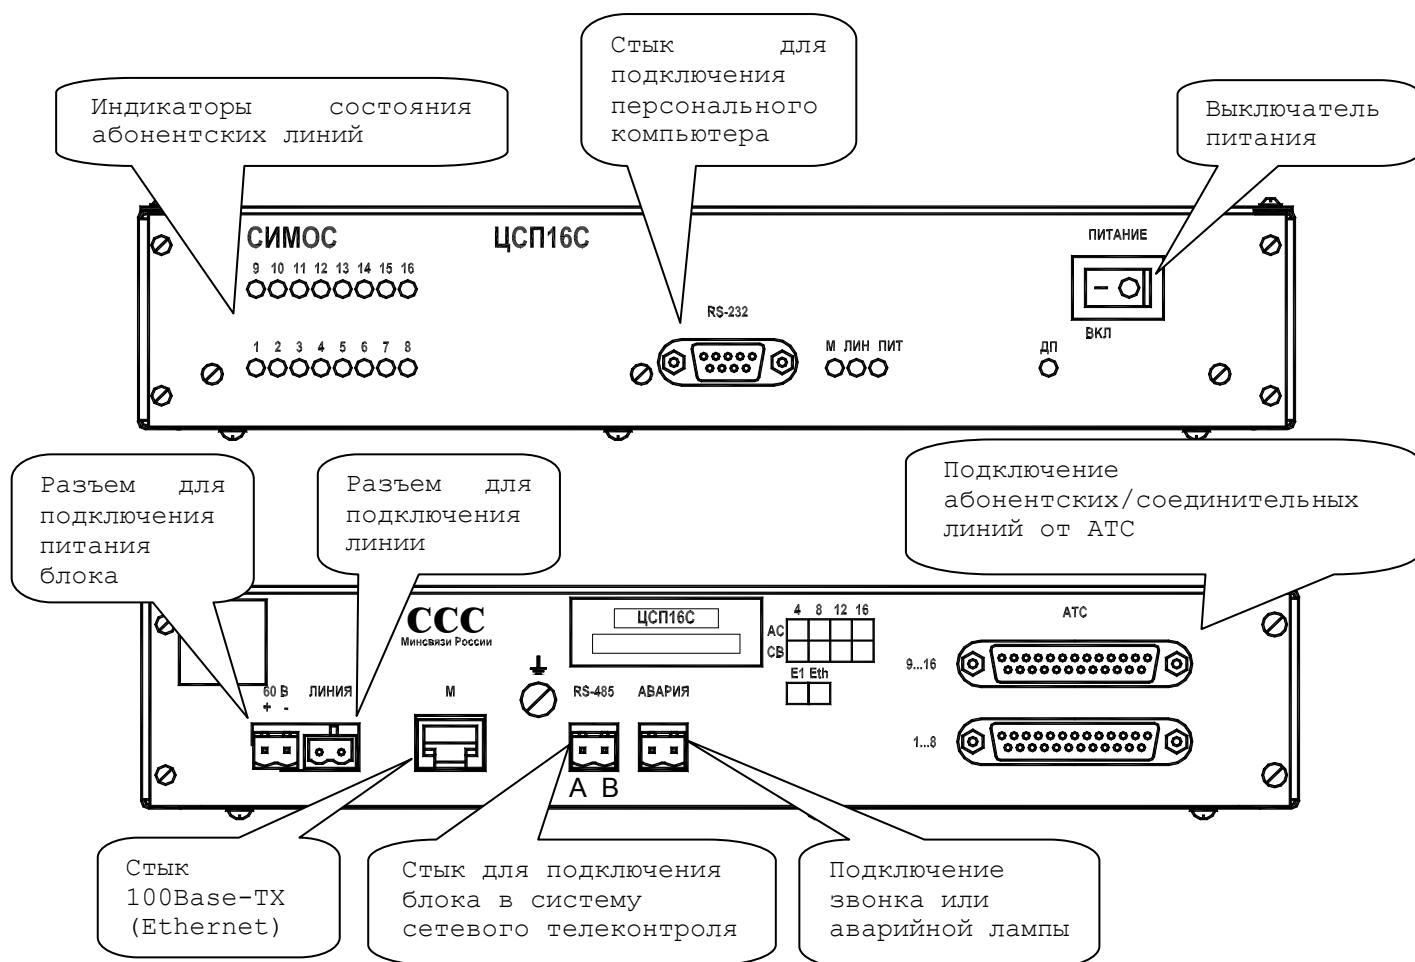
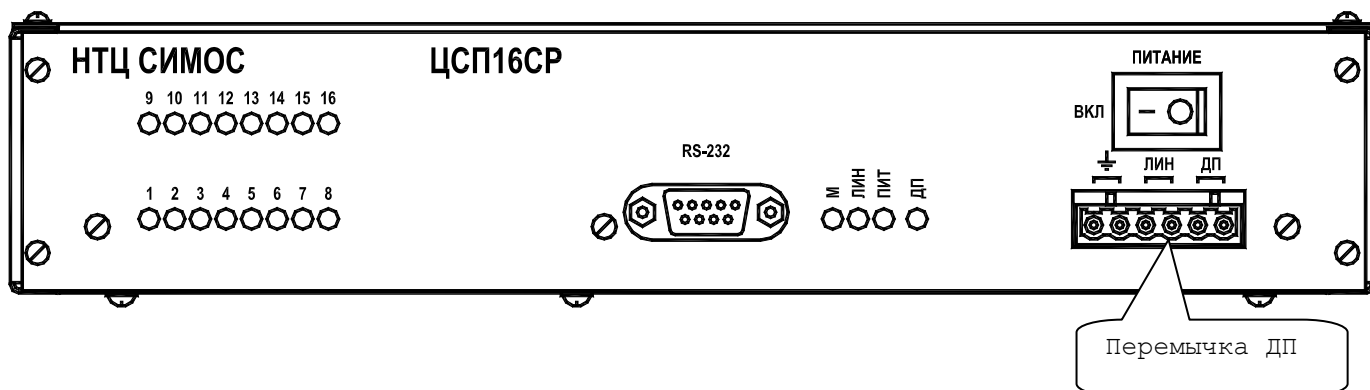
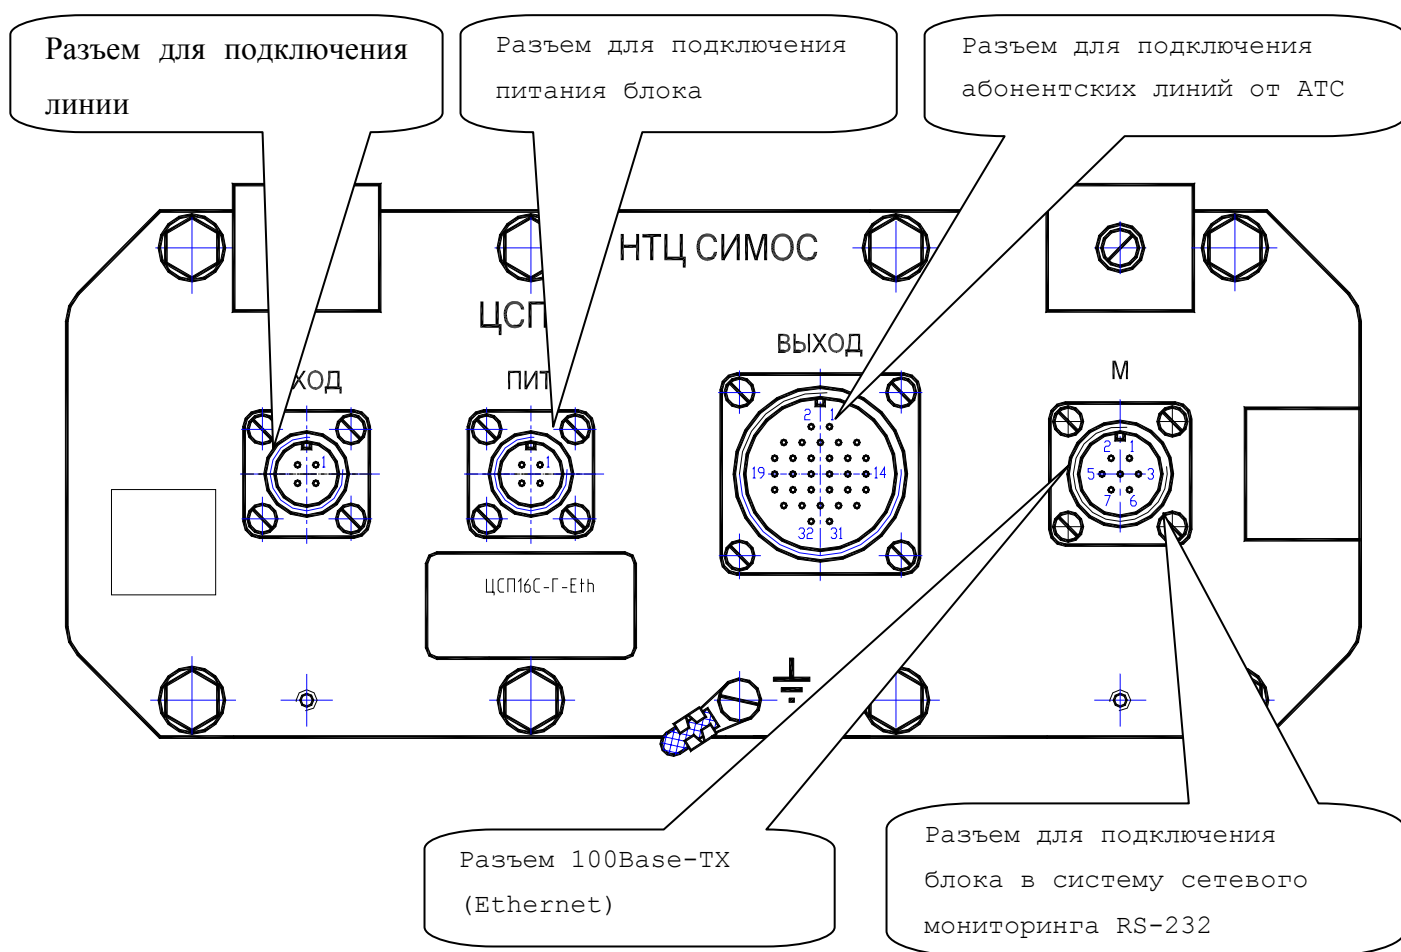
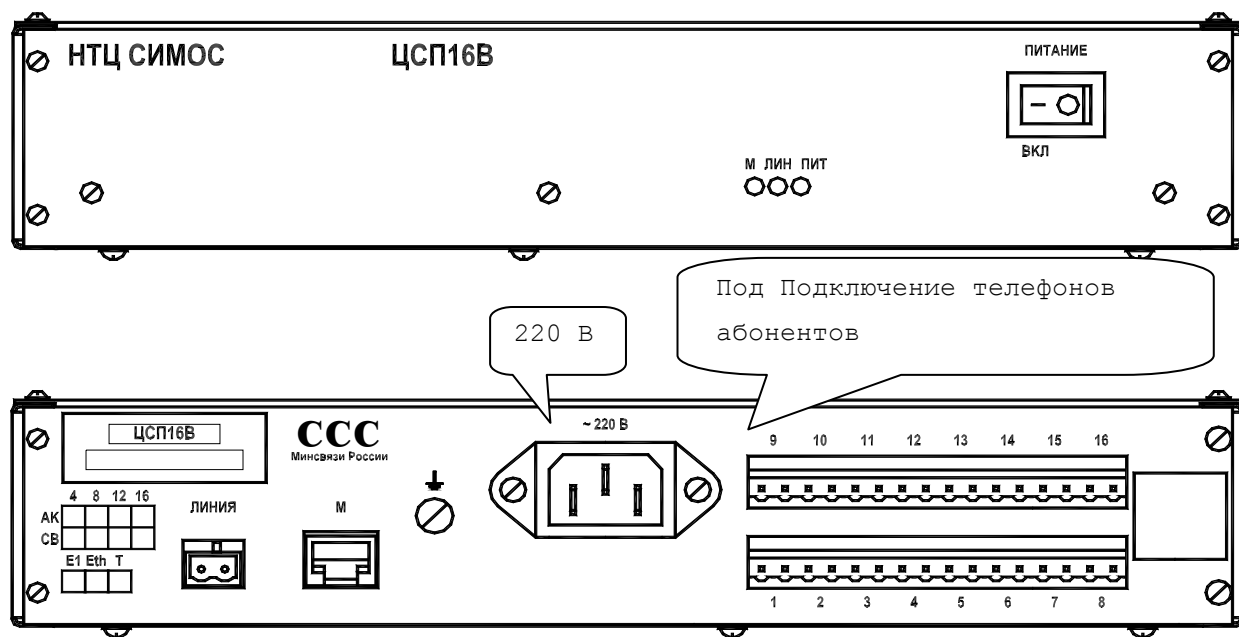

Рисунок 1. Блок ЦСП16С в корпусе 1U, передняя и задняя панели
Рисунок 2. Блок ЦСП16СР, передняя панель
Рисунок 3. Блок ЦСП16С-Г в герметичном корпусе.
Рисунок 4. Блок ЦСП16В или ЦСП16ВР в корпусе 1U, передняя и задняя панели
- в корпусе 1U для установки в 19” шкаф, см. Рисунок 1, Рисунок 2 и Рисунок 4;
На лицевой панели блока ЦСП16С расположен выключатель питания, для подключения персонального компьютера имеется стык RS-232С (см. Рисунок 1). На лицевой панели блока ЦСП16СР расположен разъем для установки перемычки ДП (см. Рисунок 2).
На лицевой панели блоков ЦСП16В, ЦСП16СР расположен выключатель питания от сети 220В (см. Рисунок 4). При дистанционном питании выносного блока данный выключатель не используется.
На лицевой панели блока ЦСП16С, ЦСП16СР (см. Рисунок 2) расположены следующие индикаторы:
Также на лицевой панели блоков ЦСП16С, ЦСП16СР, ЦСП16В, ЦСП16ВР (см. Рисунок 4) расположены следующие индикаторы:
Корпуса блоков следует заземлить проводом сечением не менее 3 мм². Провод заземления соединяют с клеммой, расположенной на задней стенке корпуса. Клемма помечена соответствующим знаком (см. Рисунок 1 и Рисунок 4). Для исполнения в герметичном корпусе клемма заземления расположена на панели с разъемами (см. рисунок3)